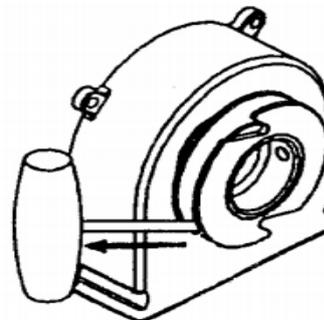

Fig. 4
2) Медленно потяните шнур стартера до возникновения усилия, затем плавно и быстро потяните его для запуска двигателя (рис.4)